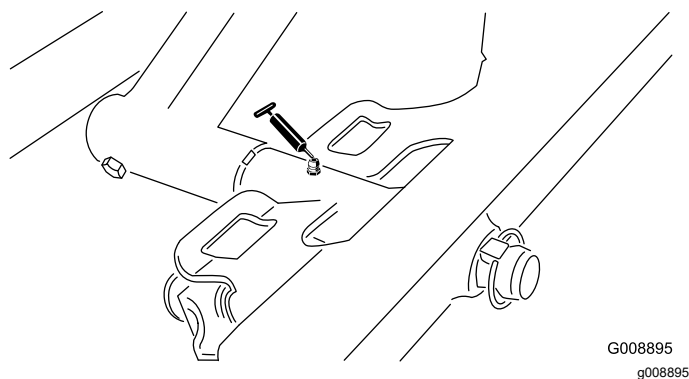

Рисунок 32
- Шарнир переднего режущего блока (Рисунок 32)